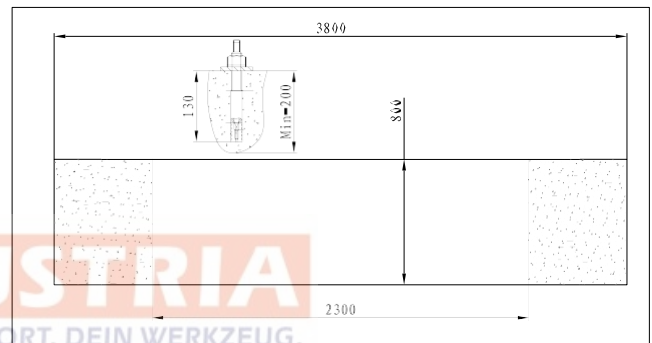

Bild 28
- ◆ Installiere die Ankerbolzen wie in Bild 28.